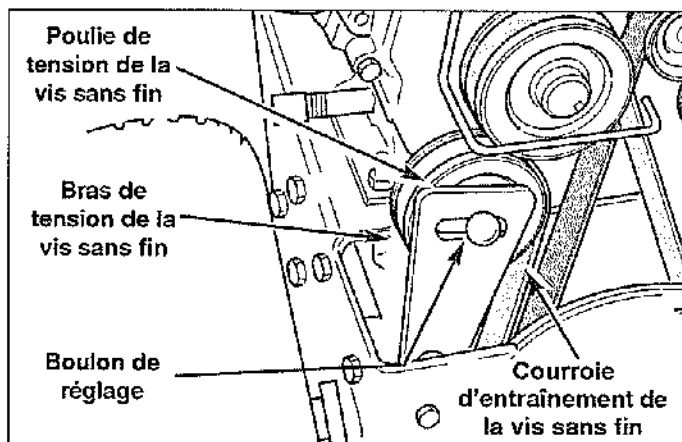

Figure 26. Courroie d'entraînement, guide et poulie de la vis sans fin
6. Desserrer le boulon de réglage (voir Figure 26) et déplacer la poulie de tension de la vis sans fin.